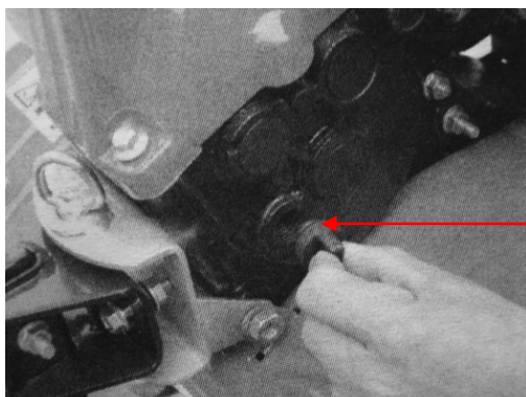

**Figure 3**
- Deșurubați joja pentru verificarea nivelului de ulei și curățați-o cu o cârpă (vezi fig. 3)